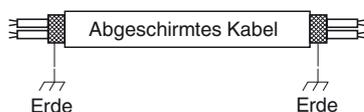

Abb. 4-6
- Als Einheiten-Steuerverbindungskabel (c) müssen abgeschirmte Kabel verwendet werden, wobei die Abschirmung auf beiden Seiten geerdet werden muss, da andernfalls Funktionsstörungen durch Störsignale auftreten können. (Abb. 4-6)